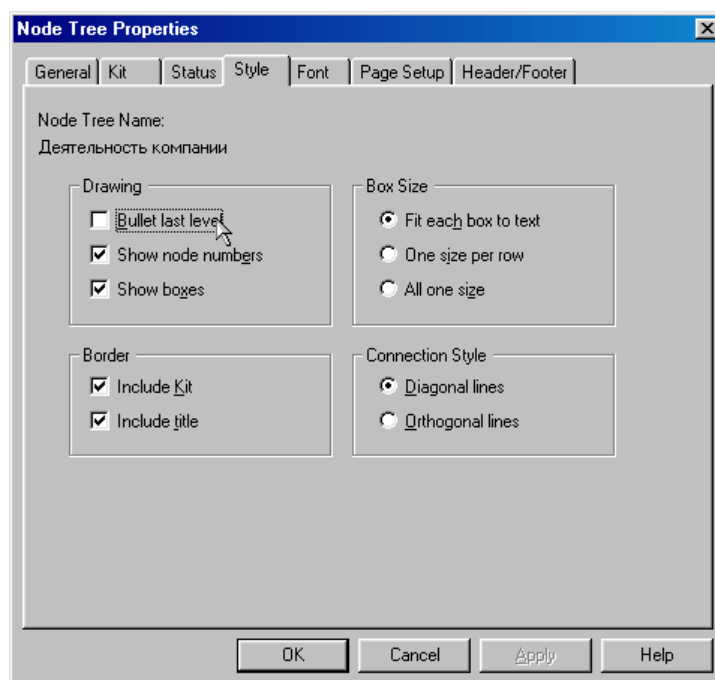

Рисунок 4.5 – Отключение опции **Bullet Last Level**
- 5 Диаграмму дерева узлов можно модифицировать. Нижний уровень может быть отображен не в виде списка, а в виде прямоугольников, так же как и верхние уровни. Для модификации диаграммы правой кнопкой мыши щелкните по свободному месту, не занятому объектами, выберите меню **Node tree Diagram Properties** и во вкладке **Style** диалога **Node Tree Properties** отключите опцию **Bullet Last Level** (рисунок 4.5).